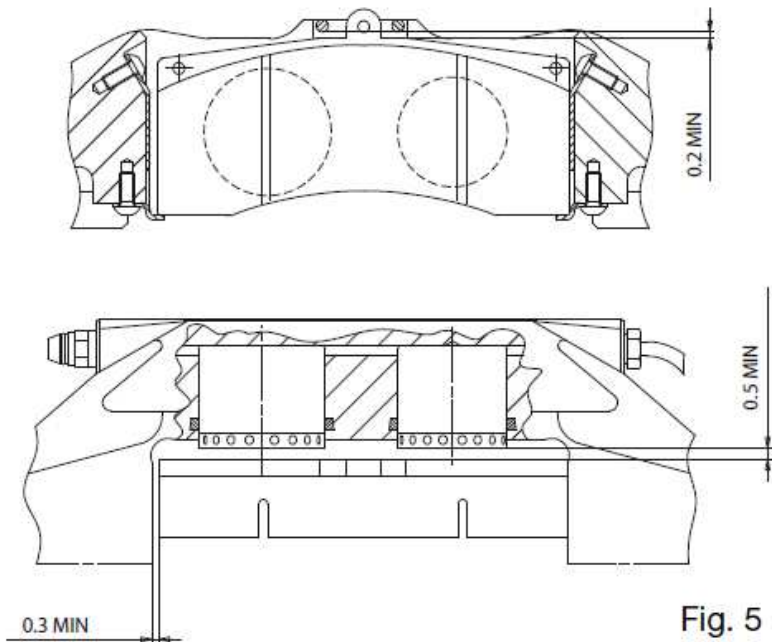

Fig. 5
e) Montáž a demontáž destičky by měla proběhnout bez použití jakékoliv větší síly, laterální a horizontální prostor destičky v třmenu by měl být min 0,2 mm v pozici s plně zatlačenými písty, prostor mezi písty a podložním plechem destičky musí být minimálně 0,5 mm (viz obrázek Fig. 5)